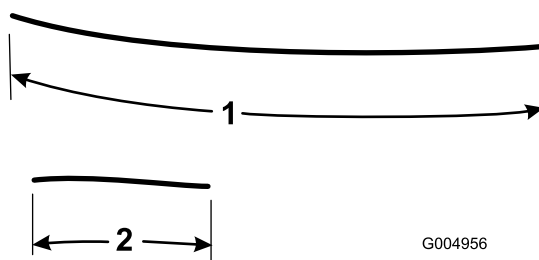

Figura 13
7. Corte el trozo restante de manguera en dos trozos, uno de 140 cm (55 pulgadas) y otra de 57 cm (22-1/2 pulgadas) (Figura 13). Deseche la manguera restante. Estos trozos se utilizarán para completar las conexiones a la unidad de tracción.